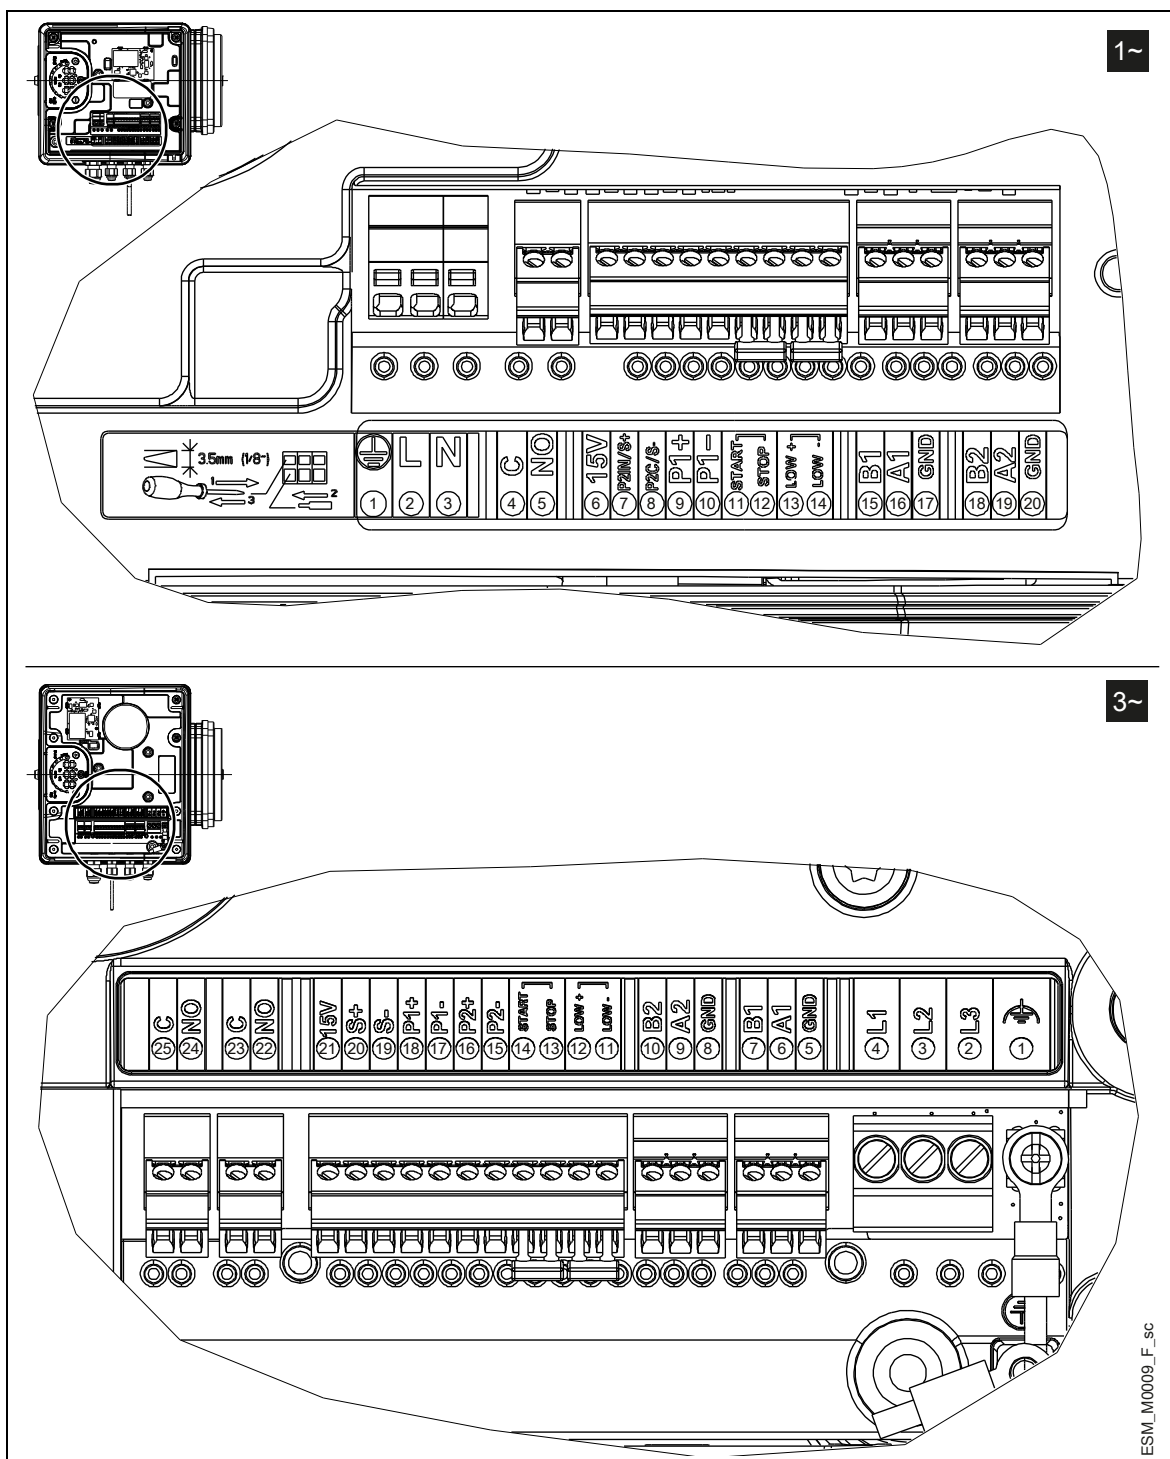

Abb. 10: Anschlusskennung
2. Das Kabel entsprechend dem Schaltplan verbinden.	Abb. 10